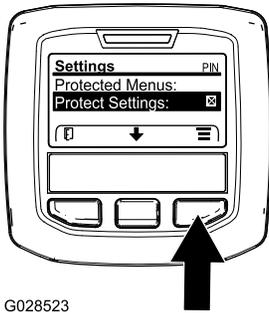

Рисунок 14
Примечание: Если в поле справа от позиции Protect Settings (Защитить настройки) нет символа "X", то подменю для левой стрелы (L Boom), средней стрелы (C Boom), правой стрелы (R Boom) и пункт «Сброс на настройки по умолчанию» (Reset Defaults) не заблокированы ПИН-кодом (Рисунок 14).
Примечание: Символ "X" появится в ячейке справа от позиции Protect Settings (Защитить настройки) (Рисунок 14).
- Чтобы выключить систему GeoLink (Рисунок 14), нажмите правую кнопку выбора.